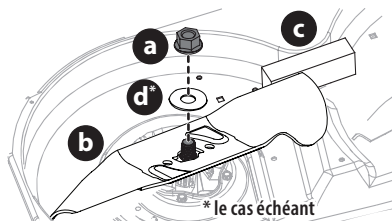

Figure 31
- Placez un cale de bois (c) entre le carter du plateau de coupe et le tranchant de la lame (b) pour aider à débloquer l'écrou hexagonal (a) et la rondelle (d)* qui fixe la lame (b). Utilisez une clé de 15/16 po pour desserrer l'écrou hexagonal (a) et la rondelle (d)* (Figure 31).
- Lorsque vous réinstallez les lames, assurez-vous de ce qui suit (Figure 31 à la page 90):
- Serrez les écrous hexagonaux (a) à 95 à 122 N-m (70-90 pi-lb) (Figure 31 à la page 90).